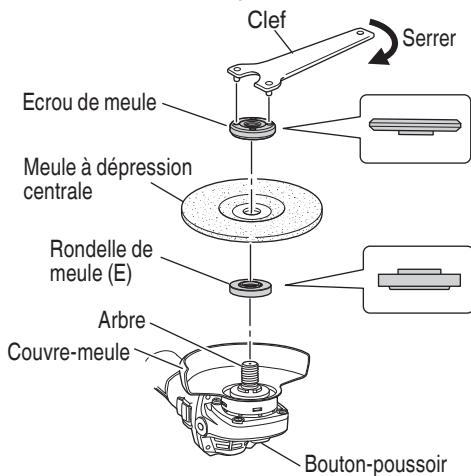

Fig. 18
- Aligner l'entaille de forme ovale de la rondelle de meule (E) avec l'encoche de l'arbre, puis les attacher.
- Positionner la protubérance de la meule à dépression centrale sur la rondelle de meule (E).
- Tout en poussant sur la bouton-poussoir avec une main, verrouiller l'arbre en tournant doucement la meule à dépression centrale avec l'autre main. Serrer l'écrou de meule en utilisant la clef fournie comme montré sur la Fig. 18.